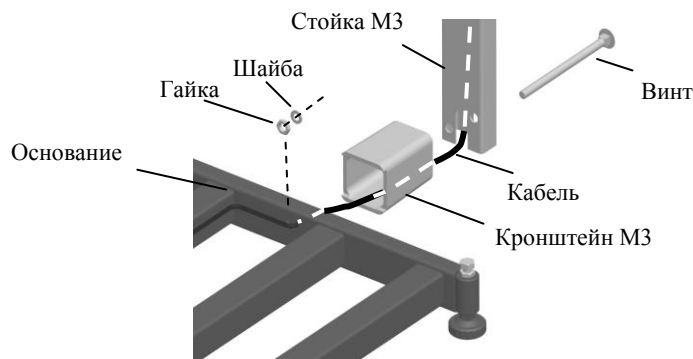

Рис. 6.3 - Крепление прямоугольной стойки к модулю ТВ-М\_
- Протянуть кабель через кронштейн и стойку, Рис. 6.3.